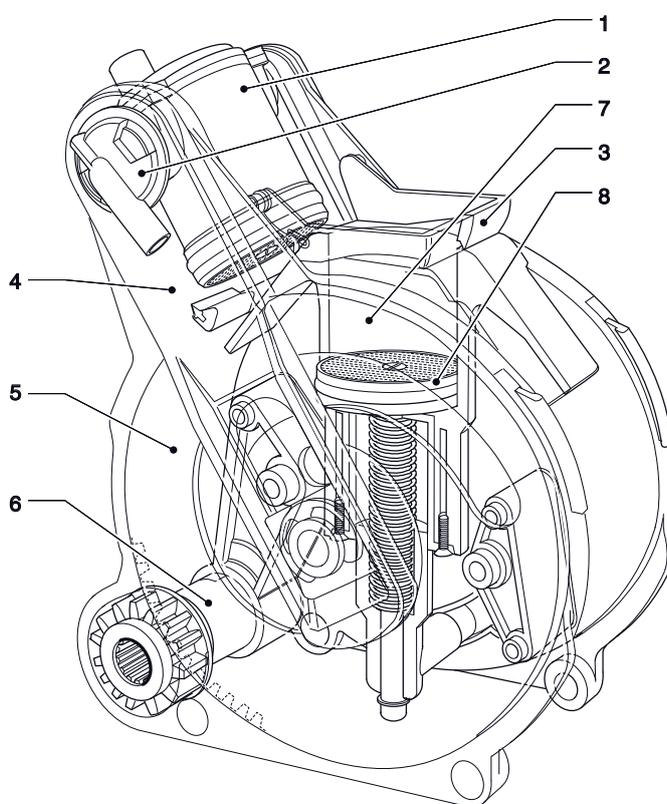

Fig. 27
- Repositionner le mixeur en faisant attention à insérer correctement l'entonnoir à eau (voir figure 27)